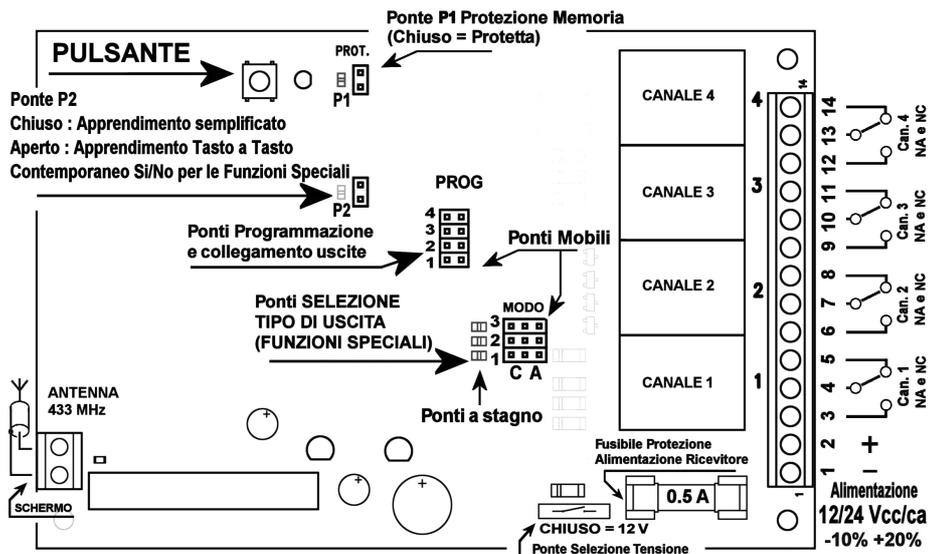

Figura 2
**Selezionare la tensione di lavoro del ricevitore (12/24Vcc) agendo sul ponte Selezione tensione (vedi figura 2)**